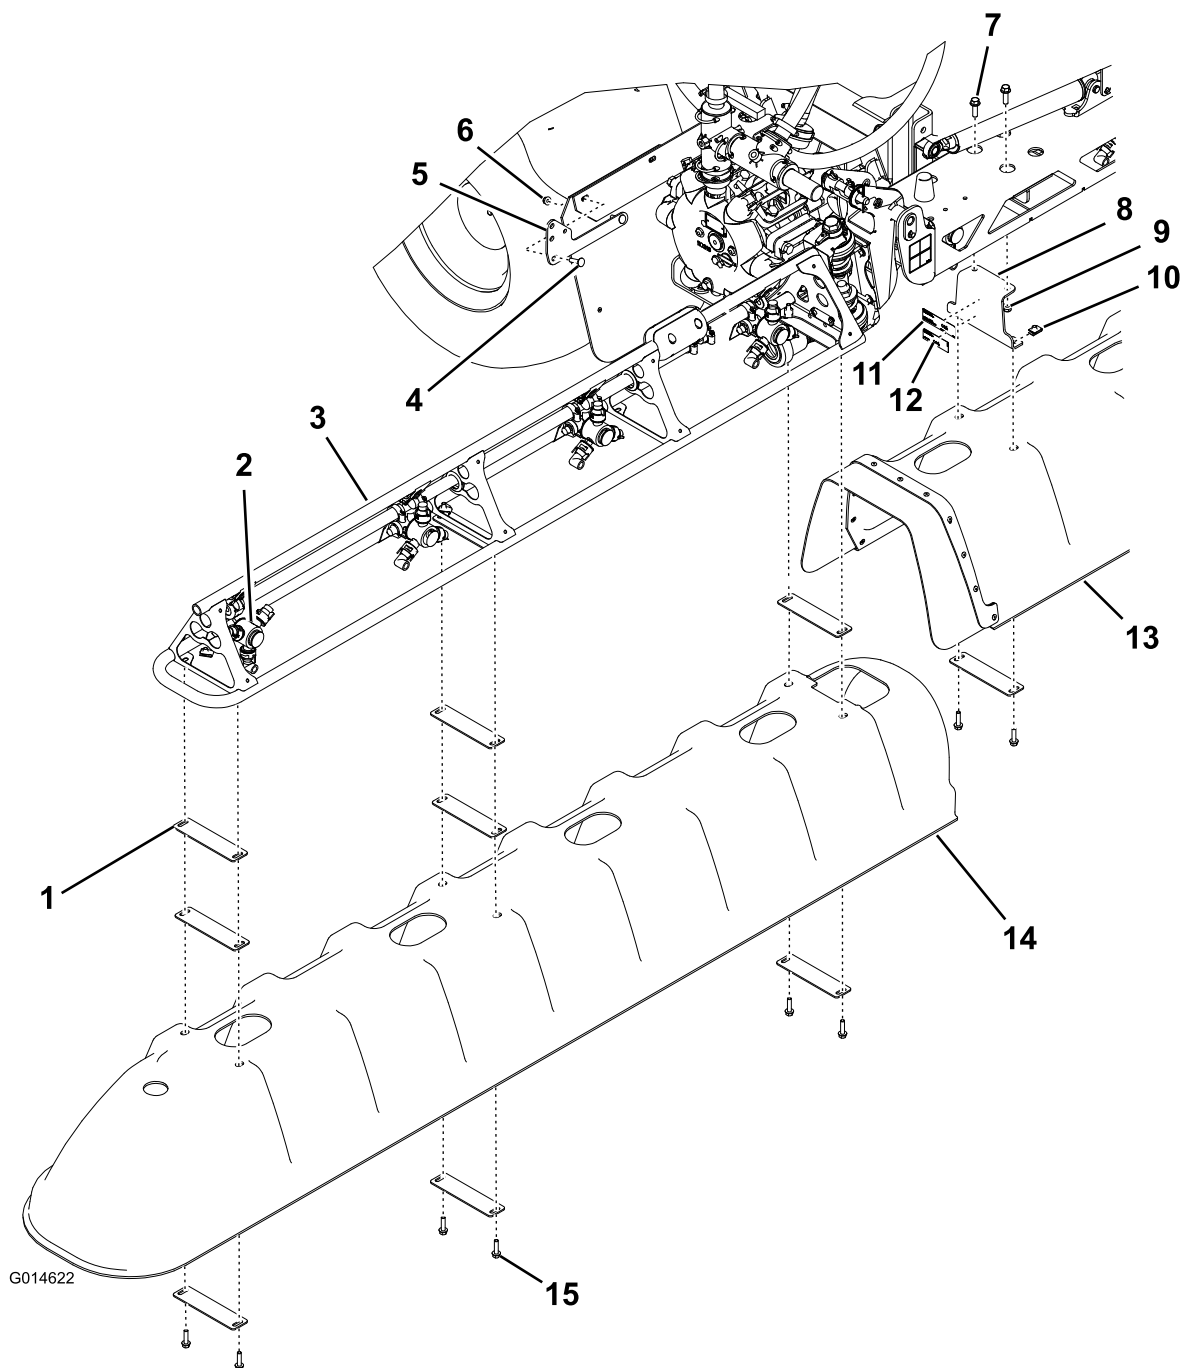

Figura 1
1. Applicare l'adesivo del modello/numero di serie e quello di legge ad una delle staffe della barra centrale come mostrato in Figura 1.
2. Installate entrambe le due staffe centrali alla barra centrale utilizzando due viti a testa esagonale (3/8 x 1-1/4 poll.) e due dadi flangiati (3/8 poll.) come mostrato in Figura 1.
3. Installate il gruppo di copertura centrale sulle staffe della barra centrale utilizzando quattro dadi a U, due rondelle piatte e quattro viti a testa esagonale (5/16 x 1-1/4 poll.) come mostrato in Figura 1.
2. Installate una delle coperture della barra laterale (Figura 1) utilizzando otto rondelle piatte, sei viti a testa esagonale (5/16 x 1-1/4 poll.) e sei dadi a U.
1. Installate la staffa di supporto della valvola di spurgo nella macchina con due viti a testa tonda e due dadi flangiati (5/16 poll.) come mostrato in Figura 1.
2. Spostate la valvola di spurgo dalla sua posizione e installatela nella staffa di montaggio (Figura 1) utilizzando l'acciarino e il cordellino presenti.